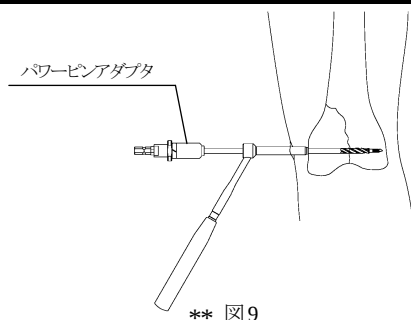

図9
- 2) 5.0 ドリルガイドを介して 6.5 CCS ドリルにて、ガイドピンが対側皮質を貫通しないようイメージインテンシファイヤー（X 線透視）で確認しながら、対側皮質の手前までドリリングします。（図 9）